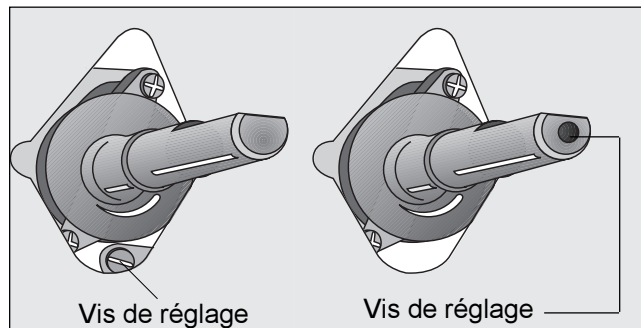

Fig. 6
- 4) La vis de réglage du débit réduit de chaque brûleur est située sur le corps du robinet (**Fig. 6**).